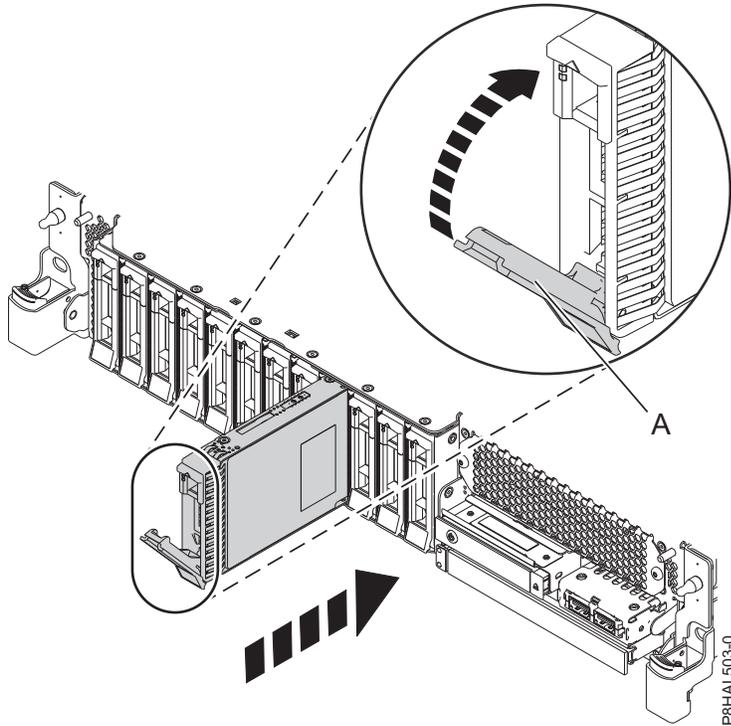
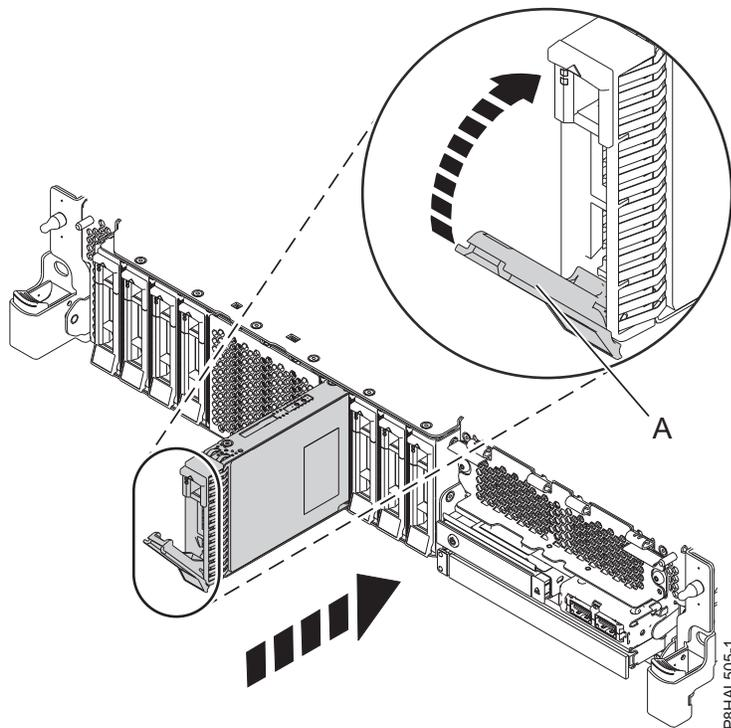

Figure 94. Remise en place d'une unité de disque dans un système à fonction de base
Figure 95. Remise en place d'une unité de disque dans un système à fonction étendue
4. Déverrouillez la poignée de la baie d'unité (A) en appuyant dessus et en la tirant vers vous. Si la poignée n'est pas complètement sortie, vous ne pouvez pas insérer l'unité dans le système. Voir figure 94, à la page 95 et figure 95, à la page 95.
8. Lorsque le voyant d'identification de l'emplacement sélectionné clignote, faites glisser complètement l'unité dans le système et poussez complètement la poignée de la baie d'unité (A) jusqu'à ce qu'elle se verrouille. Voir : figure 94, à la page 95 et figure 95, à la page 95.